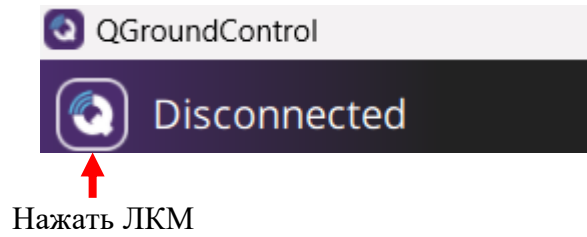

Рисунок 5 – Подготовка к прошивке (шаг 1)
4. В левом верхнем углу окна программы ЛКМ нажать на иконку в строке «Disconnected» (рисунок 5).